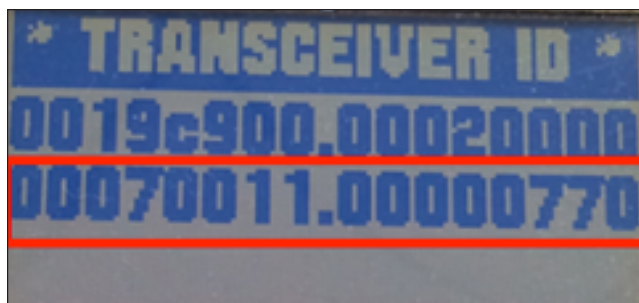

Figura 9. ID del transceptor en la pantalla LCD del reconectador TripSaver II.
- (b) **Método 2:** Gire la palanca del selector de modo para iniciar las pantallas de visualización después de que sea energizado el reconectador TripSaver II. La primera pantalla en aparecer contendrá el ID del Transceptor. Vea la Figura 9.